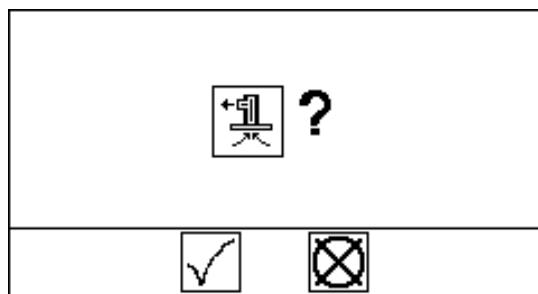

Рис. 21. Подтверждение заправки
- Нажмите кнопку заправки насоса . На экране отобразится запрос подтверждения. См. Рис. 21.